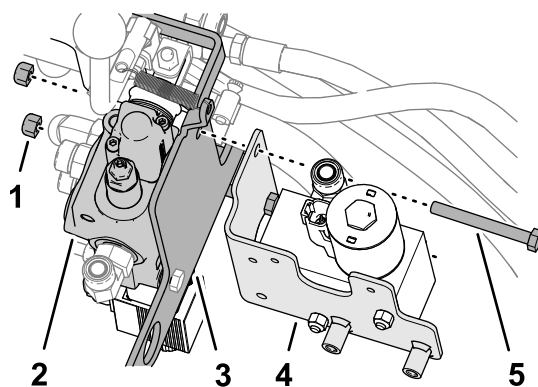

Figure 17
1. Retirez les 2 boulons arrière (5/16" x 2¾") et 2 contre-écrous (5/16") qui fixent le distributeur auxiliaire au support, comme montré à la Figure 17.